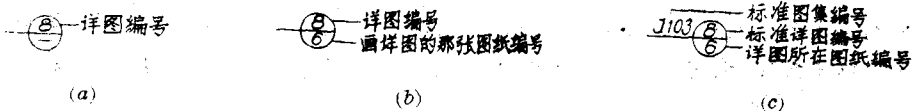

图2 详图表示法
详图有的与有关的图画在同一张图纸上,有的则画在不同的图纸上。为了使详图与有关的图前后呼应,查对方便起见,凡是图上某一部分或某一构件另有详图说明的地方,应注上详图索引标志。如所索引的详图在本张图纸上时,表示方法如图2-a所示;如所索引的详图不在本张图纸上时,则表示方法如图2-b所示。标志中的数字“8”是指详图编号,“6”是指第8号详图画在第6号图纸上。详图的标志用外细内粗的双圆圈作记号,例如⑧,其中数字“8”仍表示详图编号,即第8号详图。也可画成④,其中“8”仍表示第8号详图,“4”表示第8号详图用在第4号图纸上。
当索引的详图采用标准详图时,则表示方法如图 2-c 所示。